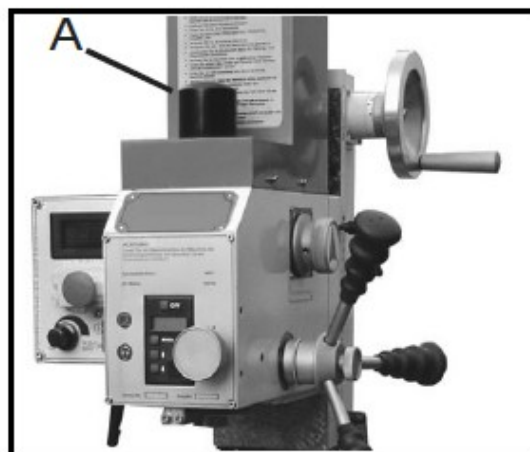

Рис. 14
2. Снимите крышку тягового стержня и положите на крышку двигателя (A, рис. 14).